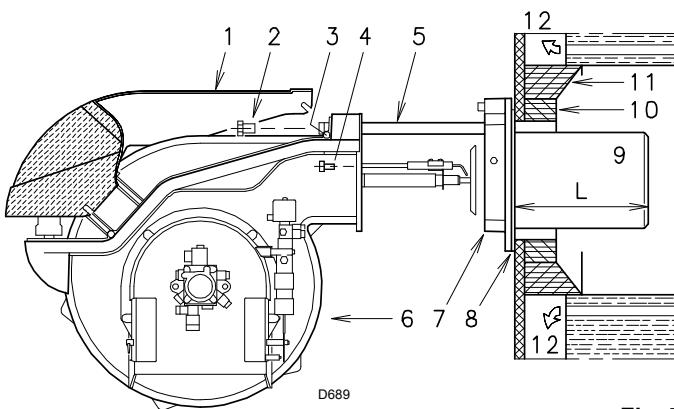

Fig. 7
5.4 Lengte sputstuk (Fig. 7)
Voor ketels waarvan de voorkant afgekoeld wordt met water is geen hittebestendige bescherming 10)-11) (Fig. 7) nodig, als dat niet uitdrukkelijk gevraagd wordt door de fabrikant van de ketel.
Wanneer deze operatie uitgevoerd is, de flens 7 (Fig. 7) op de ketelplaat vastzetten, en de pakking 8) aanbrengen die bij de standaarduitvoering geleverd wordt. Maak gebruik van de 4 standaard geleverde schroeven na het Schroefdraad hiervan met een product tegen het vastlopen (vet voor hoge temperaturen, compounds, grafiet) te hebben behandeld.
- Open de brander op de geleiders zoals in de (Fig. 7 Pag. 12) staat aangegeven.